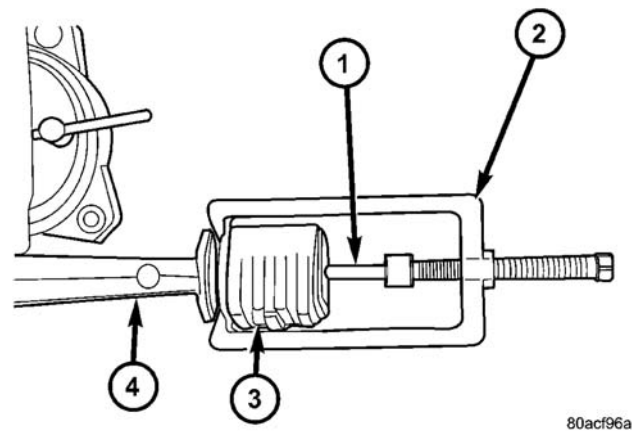

图 24 液压衬套拆卸
- （3）在液压衬套上安装拆卸器（专用工具 8460），如图所示（图 24）。拆卸销（专用工具 8460-3），必须伸过衬套后部中央的孔。